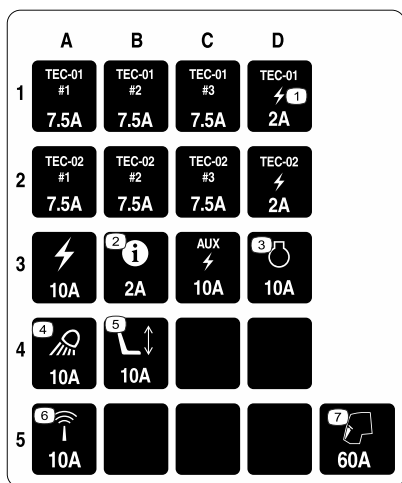

Рисунок 124
3. Замените перегоревший предохранитель (Рисунок 124) на предохранитель такого же типа и номинальной силы тока.